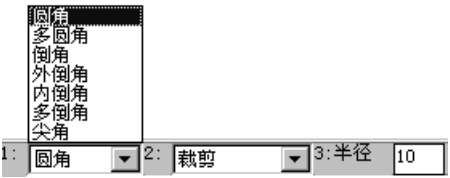

图 5-6 过渡选项菜单
- (1) 单击并选择【修改】下拉菜单中的【过渡】命令或在的【编辑】工具栏单击【过渡】按钮。
- (2) 用鼠标单击立即菜单【1: 】, 则在立即菜单上方弹出选项菜单, 用户可以在选项菜单中根据作图需要用鼠标选择不同的过渡形式。选项菜单见图 5-6。